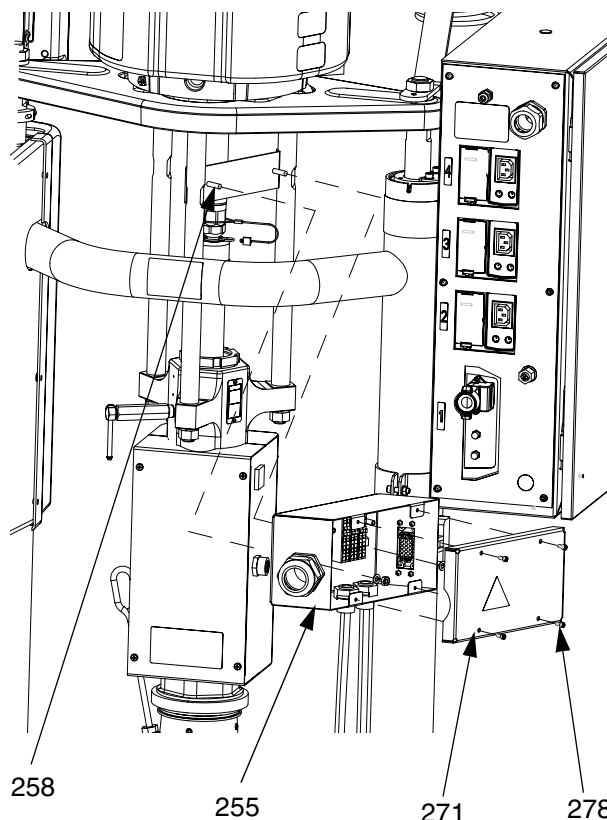

FIG. 36 : Dépose de la boîte de jonction de D60
Dans le cas de cylindres plus petits (systèmes d'alimentation D60 de 76,2 mm (3 po.)) : Réinstallez la boîte de jonction (255) sur le support (258). Utilisez les vis (278) pour fixer le couvercle (271). Consultez la FIG. 36.